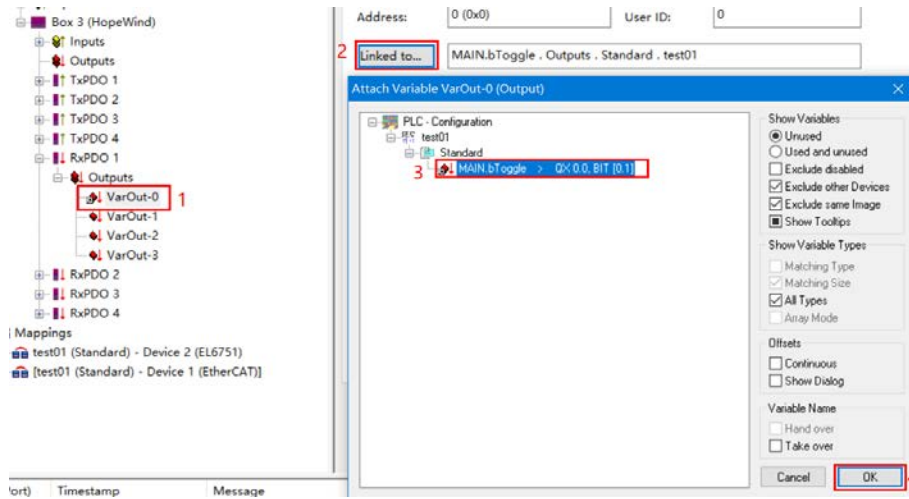

图 3.14 关联心跳字操作步骤
3) 关联心跳字, 选择 CANopen 从站模块 → 选择 RxPDO 中的某一个字 → 点击【Link to...】 → 关联程序中的相关字或位, 如图 3.14 所示步骤, 即可关联心跳字。